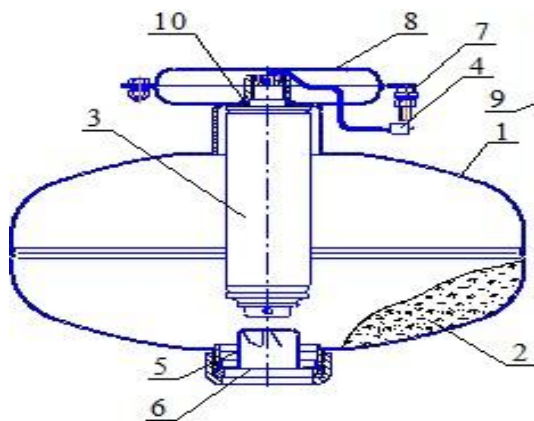
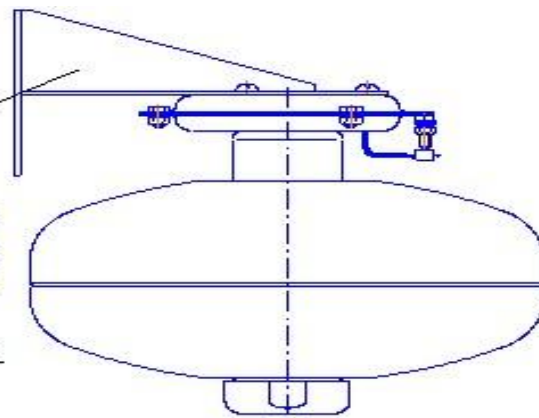
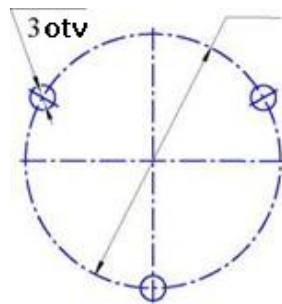

Bild 1
Bild 2
Bild 3
4.1 MPH (Bild 1. und Bild 2.) besteht aus dem Druckkörper **1**, der folgendes beinhaltet: Löschpulver (HP) **2** und Kaltgasgenerator (GSP) **3** mit Elektrozünder **4**. In der vorderen Seite der Haube befindet sich der Zerstäuber Einsatz **5**, sowie die Ausgangsöffnung, die mit einer Membrane abschließt **6**. Das Modul ist ausgerüstet mit einer Erdungsklemme **7**. Der obere Teil des MPH ist ausgerüstet mit einem Halter **8**, der bestimmt ist für die Deckenbefestigung (Bild 1) oder Halter **9**, der bestimmt ist für die Wandbefestigung (Bild 2).
6.2 Die Aufhängung 8 kann unter der Decke (Bild 1) oder die Aufhängung 9 (Bild 2) kann an der Wand angebracht werden. Bitte markieren Sie die Stellen für die Befestigung der Aufhängung wie auf dem (Bild 3) und an der Wand gem. (Bild 4) dargestellt.